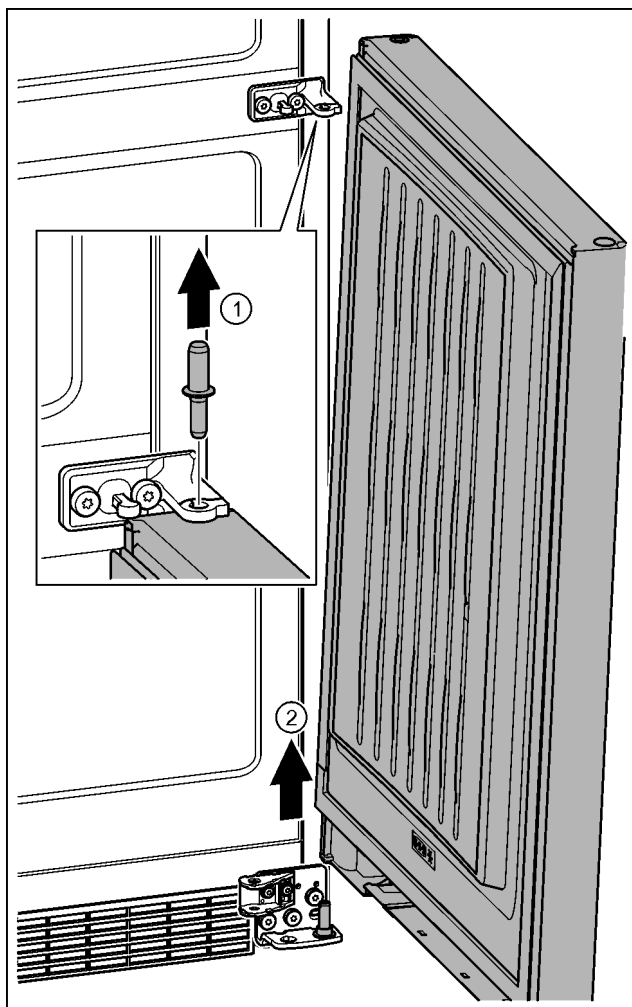

Fig. 22
- ▶ Τραβήξτε έξω τον πείρο προς τα επάνω. Fig. 22 (1)
- ▶ Ανοίξτε την πόρτα, τραβήξτε τη προς τα επάνω και παραμερίστε τη στην άκρη. Fig. 22 (2)